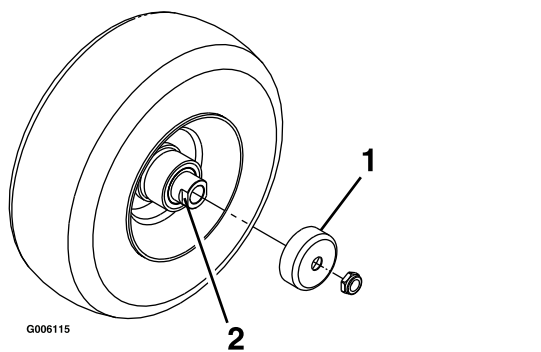

Figura 39
4. Remova os resguardos do vedante do cubo da roda (Figura 39).